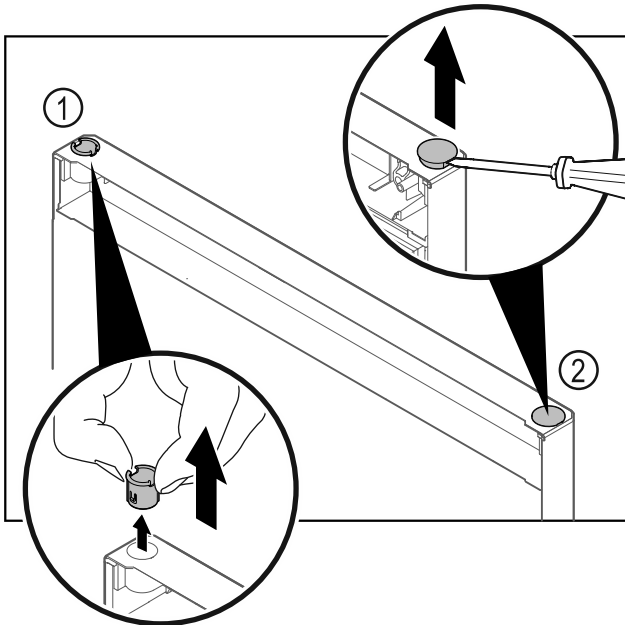

Fig. 25
- Pirštais ištraukite šarnyrinę įvorę Fig. 25 (1).
- Dengiamąjį kamštį Fig. 25 (2) atsargiai pakelkite išdrožiniu atsuktuvu ir jį ištraukite.